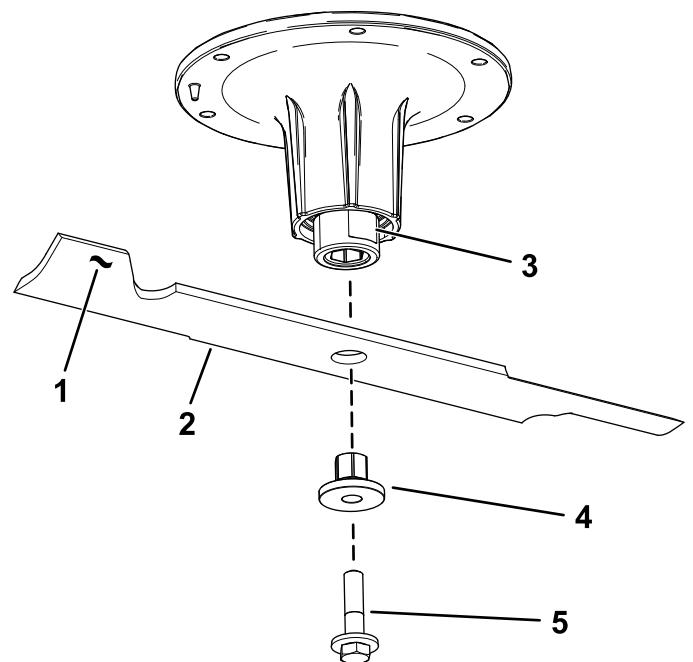

Figura 76
- Retire el perno de la cuchilla, el buje y la cuchilla del eje (Figura 76).